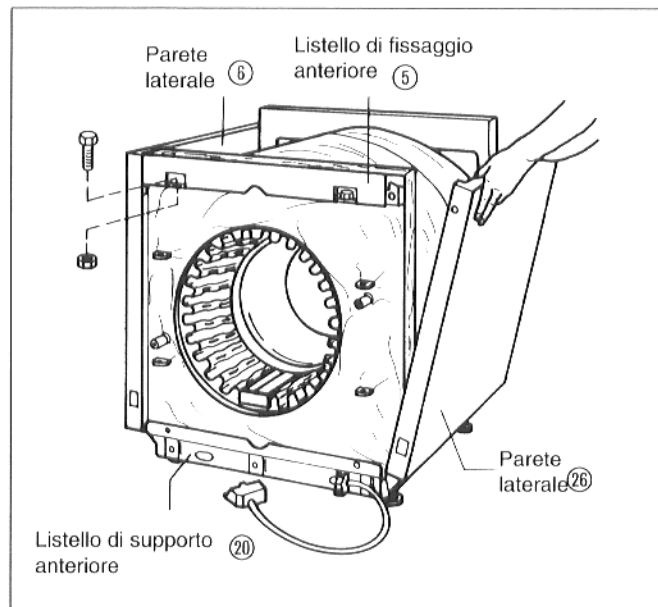

Fig. 11
- Appendere il materassino isolante anteriore (18) con i ritagli nelle cerniere della porta del bruciatore.
- Avvitare da sopra il listello di fissaggio anteriore (5) alla parete anteriore del corpo caldaia con due viti M 8 e relative madreviti (Fig. 11).
- Inserire le pareti laterali sinistra (6) e destra (26) in basso nella piegatura del listello di supporto ed appenderle in alto sul listello di fissaggio (Fig. 11).
- Premere i materassini isolanti (11) e (18) dietro la piegatura delle pareti laterali.